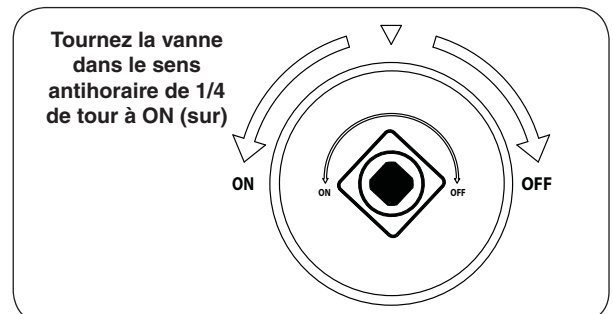

Fig. 44-2 SUR/ÉTEINDRE vanne clé détail
2. Tournez la SUR/ÉTEINDRE vanne clé de la hauteur dans le sens antihoraire de 1/4 de tour à la position **ON** (sur) (Fig. 44-2).